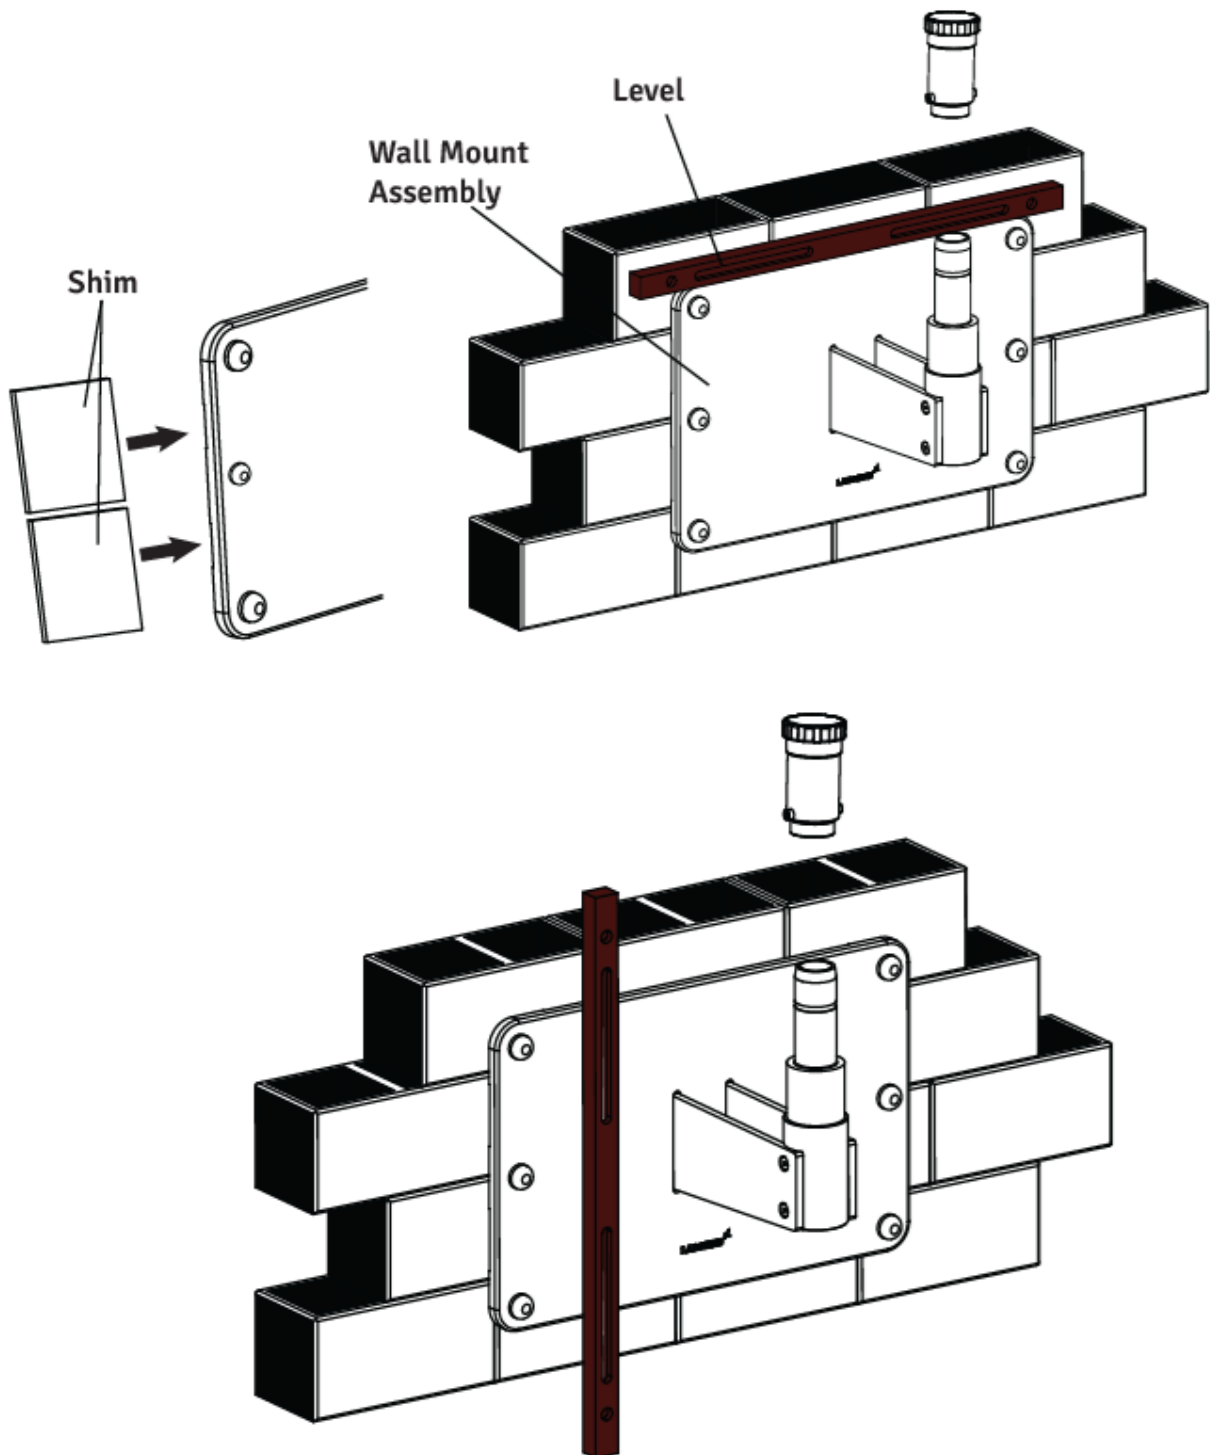

Abb. 24
2. Legen Sie eine Wasserwaage über die Oberseite der Rückplatte, um die horizontale Ausrichtung zu überprüfen. Siehe Abbildung 24.
3. Verwenden Sie eine 17-mm-Stecknuss und Ratsche, um die sechs (6) Knebelschrauben in den Ecken der Wandhalterung leicht zu lösen.
5. Legen Sie eine Wasserwaage senkrecht an die Vorderseite der Rückplatte, auf beiden Seiten, um sicherzustellen, dass sie senkrecht steht zum Boden. Siehe Abbildung 24
7. Überprüfen Sie die andere Seite, fügen Sie bei Bedarf Unterlegscheiben ein und ziehen Sie dann die Kippdübel fest. Siehe Abbildung 24.
2. Schrauben Sie den Gewindestopfen von der Wandmontagegestange ab, wie in Abb. 24 gezeigt.